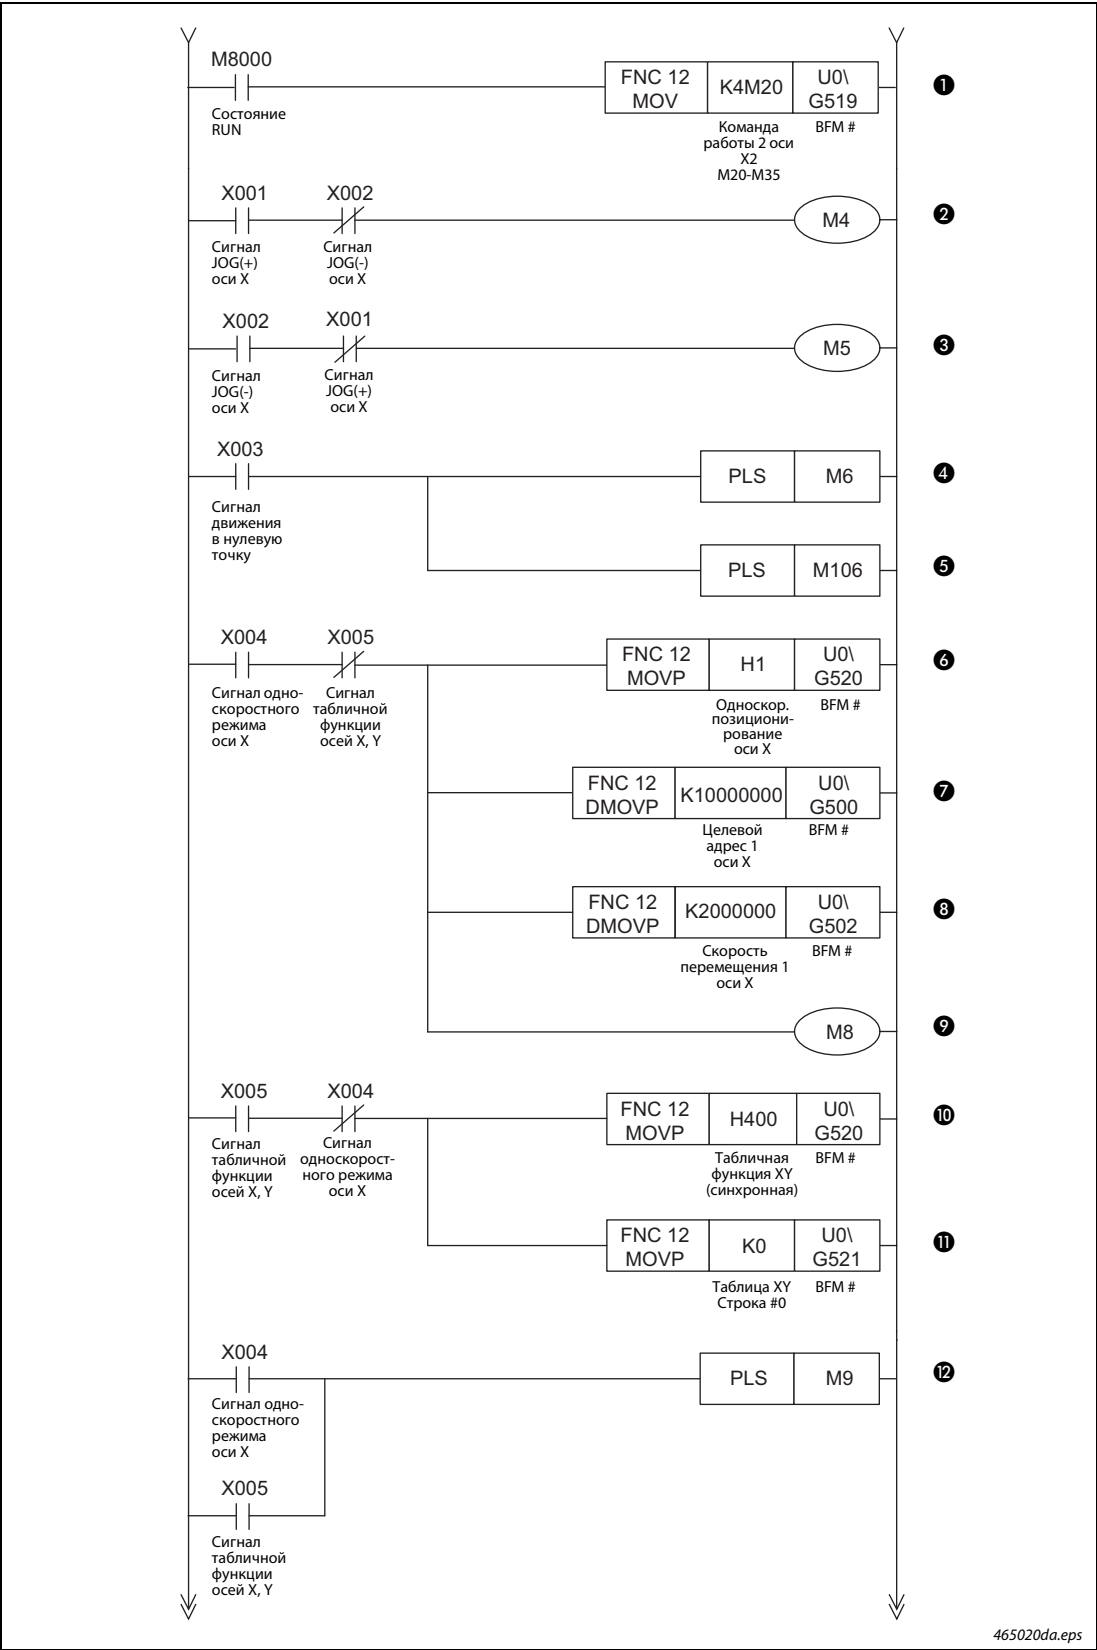

Рис. 4-40: Пример программы в виде релейно-контактной схемы (2)
①	Передача текущего адреса оси X. [#1, #0 → D1, D0]
②	Передача текущего адреса оси Y. [#101, #100 → D101, D100]
③	Передача информации о состоянии оси X. [#28 → D10]
④	Передача информации о состоянии оси Y. [#128 → D110]
⑤	На входе X000 опрашивается концевой выключатель оси X для прямого вращения.
⑥	На входе X010 опрашивается концевой выключатель оси X для обратного вращения.
⑦	Скорость толчкового движения (JOG) для оси X устанавливается на 100 кГц. [K100000 → #14013, #14012]
⑧	Активируется настройка скорости толчкового движения (JOG) оси.
Таб. 4-27: Описание релейно-контактной схемы, изображенной на рис. 4-40 (1)